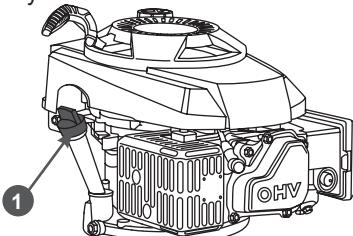

Рис. 16 Крышка-щуп маслозаливной горловины
5. Осторожно открните крышку-щуп 1 (Рис. 16) маслозаливной горловины, протрите его насухо и отложите в сторону.